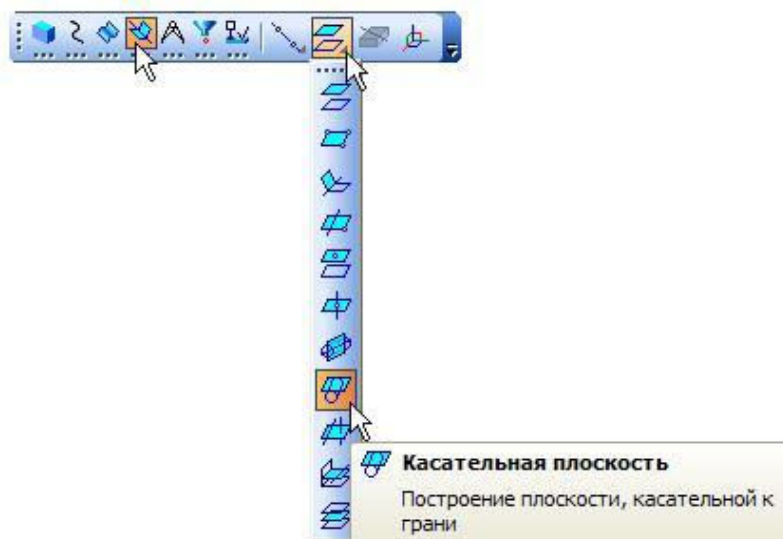

Рис. 6
- Сравните результат с образцом. 35. Нажмите кнопку *Касательная плоскость*  на расширенной панели команд создания вспомогательных плоскостей (рис. 6).